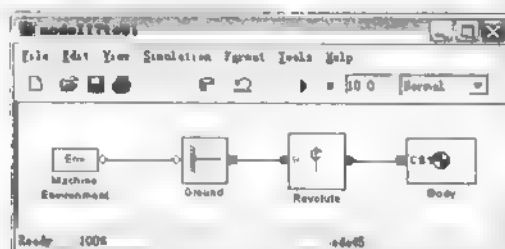

图 17.19 添加 Revolute 模块后的模型图
- (1) 打开 SimMechanics Joints 模块库。
- (2) 拖放 Revolute 模块到模型窗口。
(3) 旋转 Revolute 模块，使之可以方便地将 Joint 的 B(base)端口和 Ground(follower)模块连接起来，将 F 端口和刚体模块连接起来。这样 Ground 模块就和 Body 模块连接起来了如图 17.19 所示。